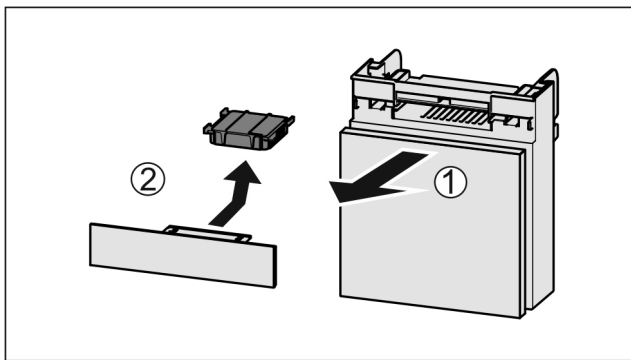

Fig. 225
- Pretinac izvucite Fig. 225 (1) prema naprijed.
- Izvadite filtara s aktivnim ugljenom Fig. 225 (2).